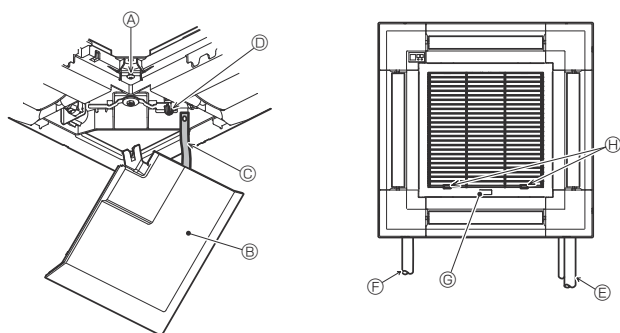

Fig. 9-11
9.5. Installation av insugsgillren (Fig. 9-11)